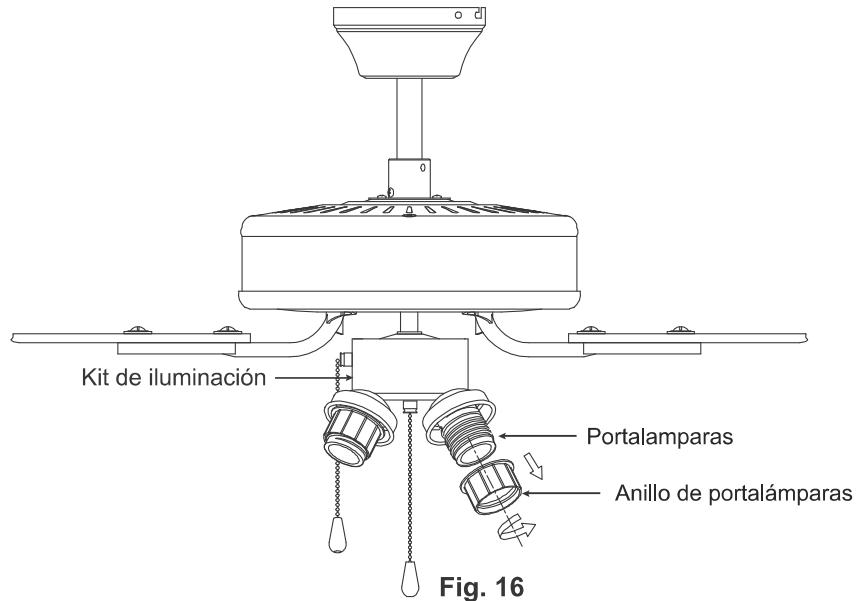

Fig. 16
- Paso 1.** Afloje el portalámparas del casquillo (**Fig. 16**).